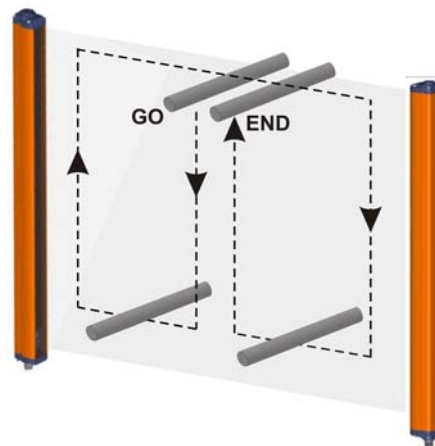

Fig. 12
- L'ESPE reste bloqué (➤) lorsqu'on interrompt les faisceaux le long de toute la zone contrôlée à l'aide de l'outil d'essai spécial (Test Piece) et selon le schéma de la Fig. 12.